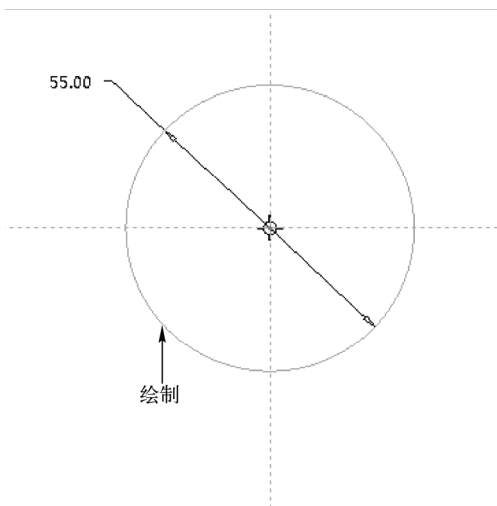

图 17-25 绘制草绘截面一
STEP 02 弹出“草绘”对话框，选择“TOP”基准平面作为草绘平面，接受默认的草绘视图方向和参考，单击“草绘”按钮，进入草绘环境，单击“草绘”选项卡中的相应按钮，绘制草绘截面，如图 17-25 所示。